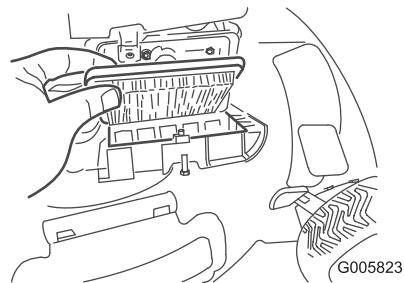

Bild 18
- Tauschen Sie den Luftfilter aus (Bild 18).